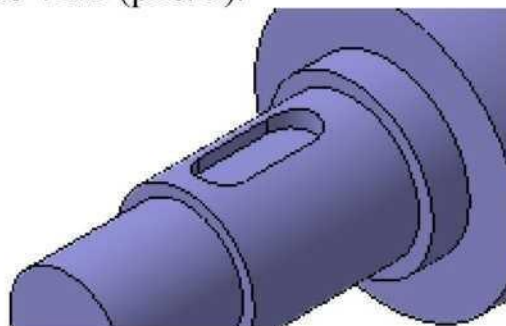

Рис. 9
23. Закройте эскиз  и примените к нему операцию *Вырезать выдавливанием*  в прямом направлении с типом построения *На расстояние равное 4 мм* (рис. 9).